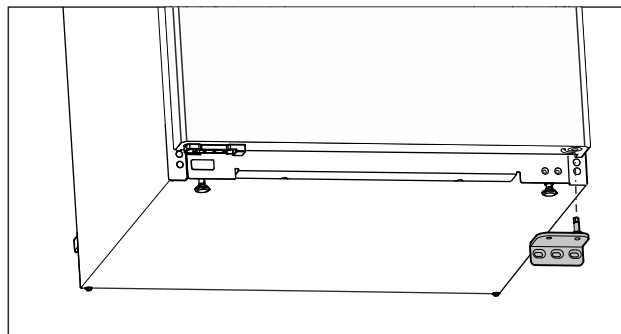

Fig. 15
- ▶ Свалете лагерната стойка надолу. (виж Fig. 15)